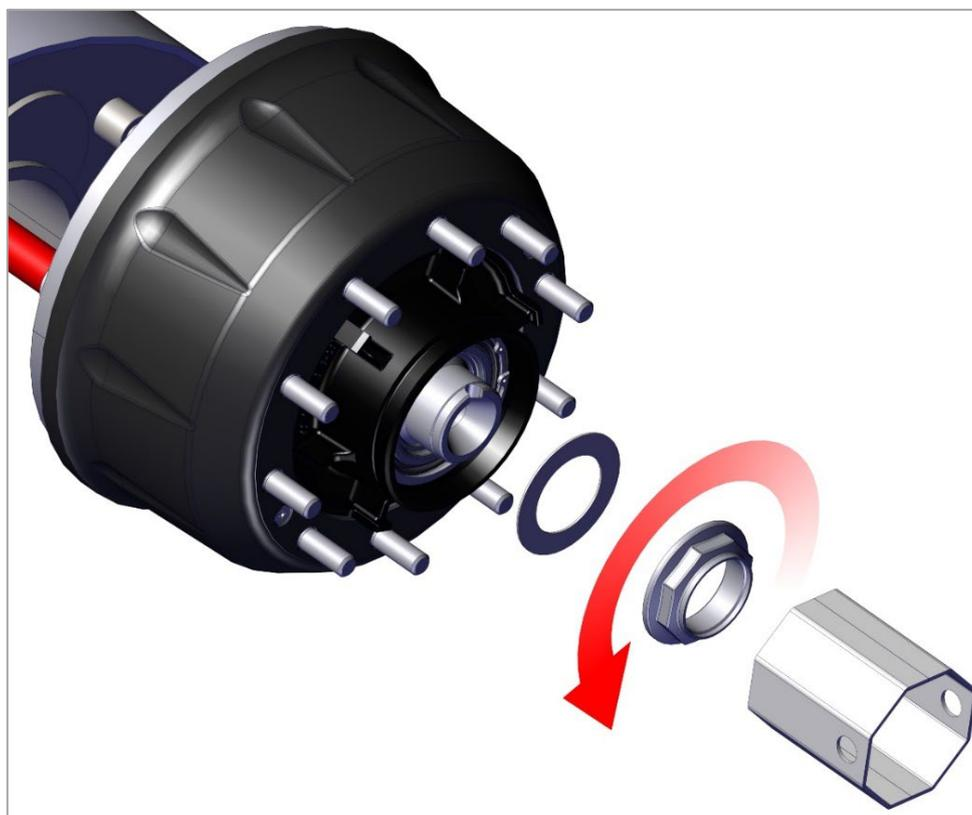

Рис. 10. Снятие гайки подшипников.
2) Отверните гайку подшипников ступицы и снимите упорную шайбу (рис. 10).